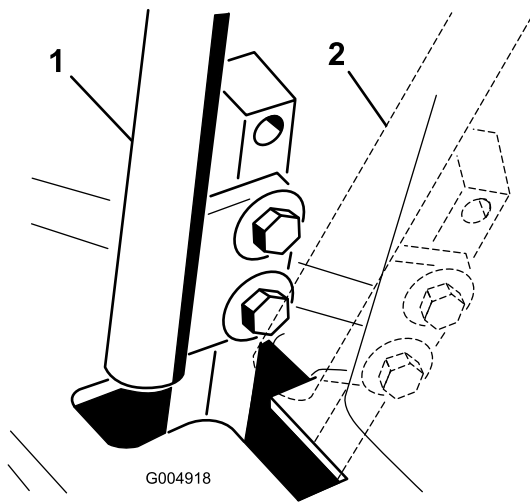

Figura 52
4. Mueva la palanca de control a la posición de PUNTO MUERTO, pero **no a la posición de bloqueo** (Figura 52).
6. Compruebe la posición de la palanca de control con relación a la muesca de la consola (Figura 52).